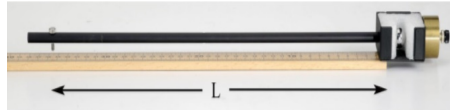

Figura 18.5: Medición del equipo.
7. Retirar el péndulo del sensor de giro, y medirlo con el metro de madera como se muestra en la Figura 18.5. Tomar en cuenta que la esfera está todavía en el receptor.